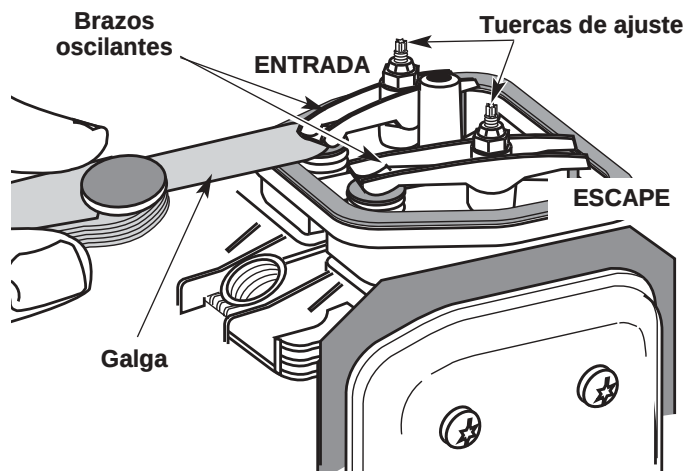

Fig. 27
8. Deslice la galga entre el brazo oscilante y el resorte de retorno de la válvula. Mida el huelgo entre el vástago de la válvula y el brazo oscilante (Fig. 27 & 28). Realice esto en las válvulas de entrada y de escape.
Use una galga regular de automóvil de .005 y .015 pulgadas (0.127 y 0.381 mm). La galga debe deslizarse entre el brazo oscilante y el vástago de la válvula con una ligera cantidad de resistencia, sin doblarse (Fig. 27 & 28).